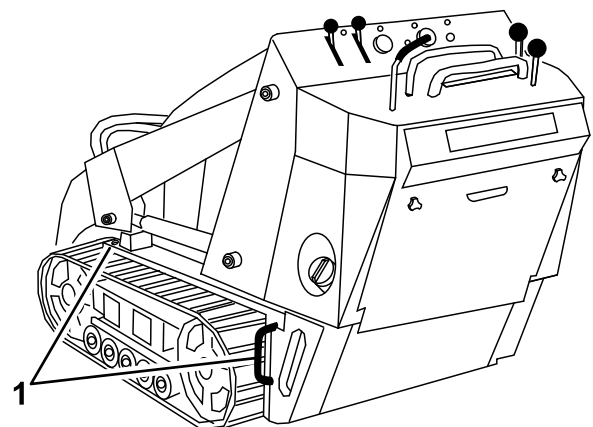

Bild 20
8. Befestigen Sie die Maschine mit den Metallbefestigungsschleifen und Riemen, Ketten, Kabel oder Seilen am Anhänger oder Pritschenwagen (Bild 20). Halten Sie die örtlichen Vorschriften für die Vergütung ein.
Sie können die Maschine mit den Vergurtungsstellen bzw. Hebeschlaufen als Hebestellen anheben, wie in Bild 20 abgebildet.